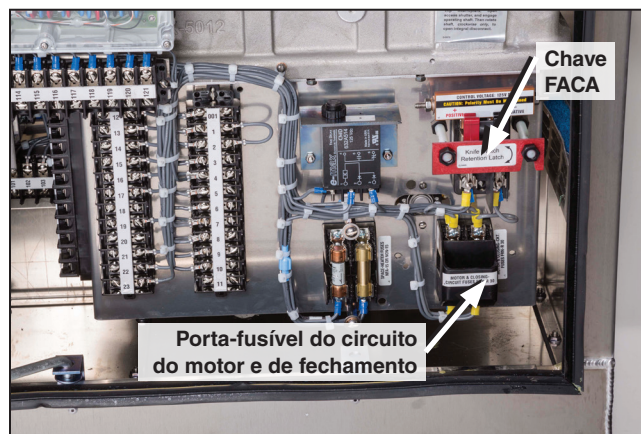

Figura 29. Porta-fusíveis do motor e de fechamento e chave estilo faca da alimentação do controle.
PASSO 5. Insira o porta-fusível dos circuitos do motor e fechamento. Em seguida, feche a chave de FACA da fonte de alimentação do controle. Ver Figura 29.